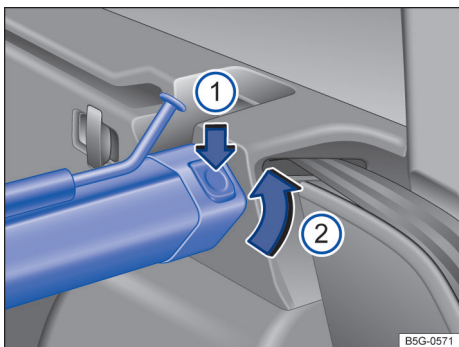

Fig. 161 No compartimento de bagagem: desinstalar a rede de separação.
- Pressione o botão de destravamento esquerdo ou direito → Fig. 161 (1) no sentido da seta. ▶
- Extraia a carcaça do suporte no sentido da seta → Fig. 161 ②.
- Pressione a carcaça nos suportes esquerdo e direito no sentido contrário ao da seta → Fig. 161 ②. A carcaça encaixa.
Nos botões de destravamento → Fig. 161 ① uma marca vermelha deixará de ser vista.